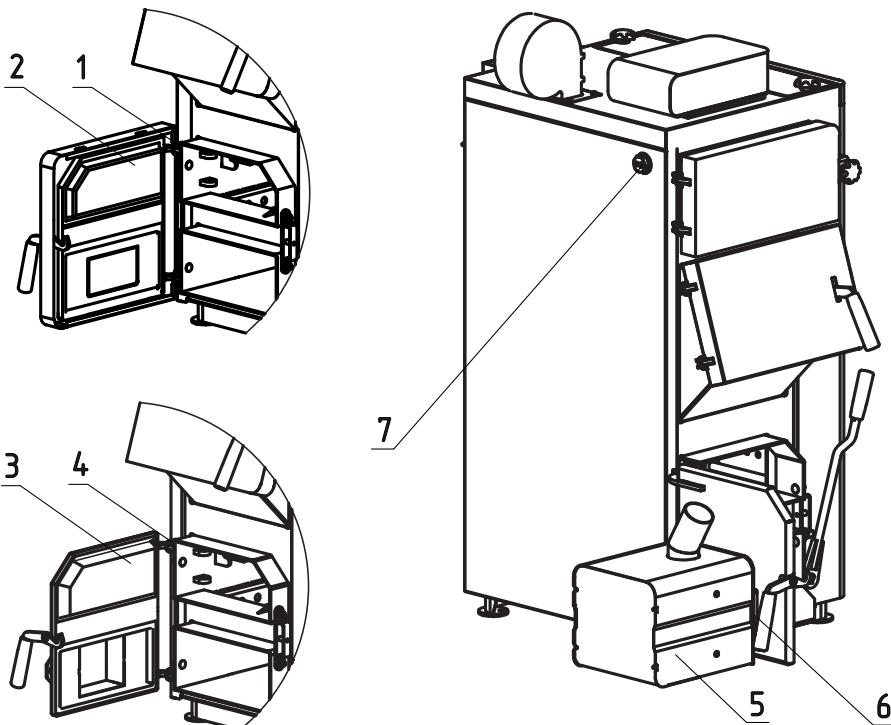

Рис. 10 Порядок установки двери на твердотопливные котлы ZOTA Magna 15, 20, 26, 35, 45, 60
- Извлеките ось (Рис.10, поз.1) и снимите дверцу зольную (Рис.10, поз.2).
- Далее установите адаптер горелки (Рис.10, поз.3) и зафиксируйте его осью (Рис.10, поз.4).
- Установите горелку (Рис.10, поз.5) на котел и зафиксируйте ее гайками (Рис.10, поз.6).
- Для установки гильзы под датчики температуры и перегрева снимите пробку или тягогрегулятор (если установлен) и установите гильзу (Рис.10, поз.7) в освободившееся отверстие.